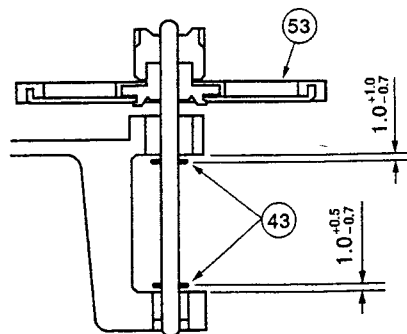

Fig. 4-4
- For position of the ④ washers after reinstalling the ③, refer to Fig. 4-4.
- ③ 取り付け後の ④ ワッシャの位置は、Fig. 4-4を参照のこと。また、シャフトのオイルをアルコール等で拭き取ること。